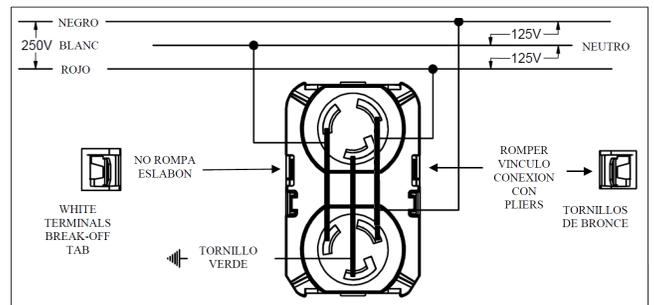

Fig. 6
- Para el diagrama de cableado típico, consulte Fig. 6 y tabla 1.